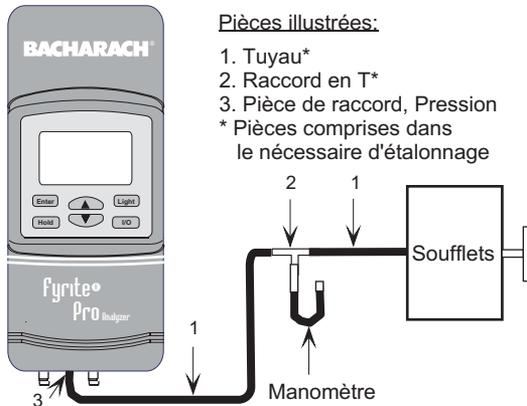

Figure 5-2. Installation des soufflets
- Montez l'instrument et les soufflets tel qu'illustré dans la figure 5-2.